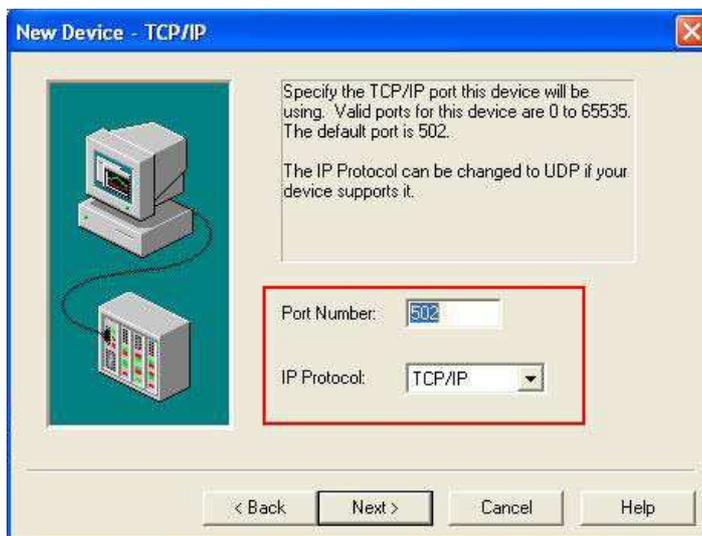

Рис.9
2.7 Установите порт Modbus TCP **502** и IP-протокол **TCP/IP** (Рис.9):